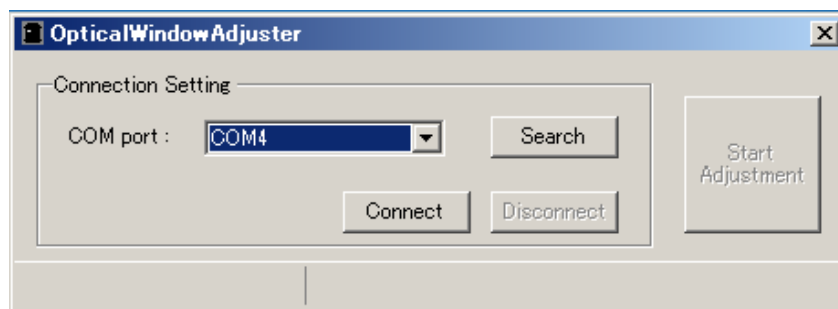

図8-2 Optical Window Adjuster 画面
- c) 「Optical Window Adjuster」を起動します。 図8-2に示すウィンドウが表示されます。
- g) 図8-3の調整完了表示が表示されると調整終了です。図8-3の[OK]をクリックし、図8-2の[Disconnect]をクリックし、MicroUSBケーブルを取り外します。SE2Lは通常運転に移行します。図8-4のエラー表示のウィンドウが表示された場合は、光学窓、MicroUSBケーブル等に異常がないか確認し、再度調整を行ってください。何度もエラーが続く場合は、最寄りの弊社営業所までお問い合わせください。その際、調整ログファイルをメール等でお送りいただくと、原因究明の手掛かりになり、迅速な対応が可能になります。